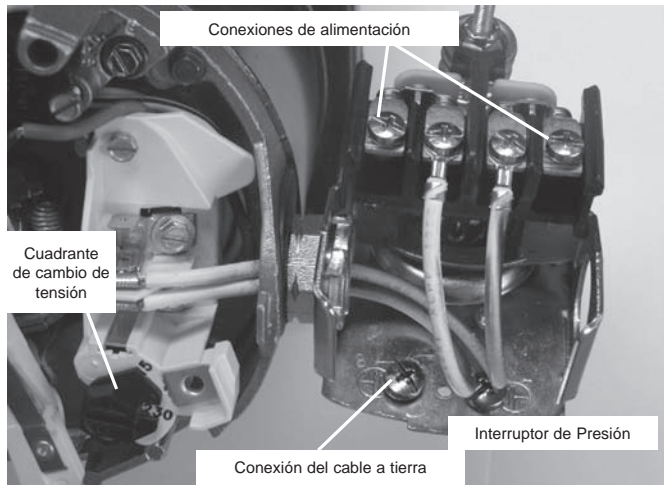

Figura 14: Tensión configurada para 230 V, tipo cuadrante.
4. Conecte el cable a tierra a una de las conexiones a tierra según se ilustra en la Figura 14.
1. Conecte el alambre de puesta a tierra primero según se ilustra en la Figura 14. El alambre de puesta a tierra debe ser un alambre de cobre sólido por lo menos tan grande como los alambres de suministro de corriente.
4. Conecte los alambres de suministro de corriente al conmutador de presión según se ilustra en la Figura 14.